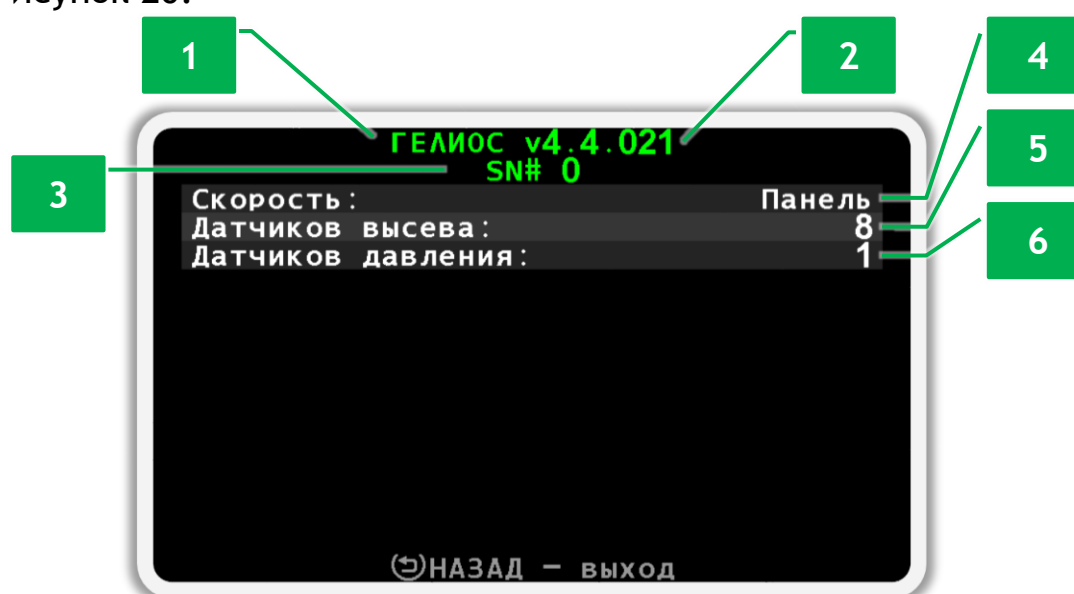

Рисунок 20 Экран просмотра профиля
3. Теперь отпустите нажатую кнопку и ознакомьтесь с настройками профиля. Внешний вид и пример содержимого экрана изображен на Рисунок 20.